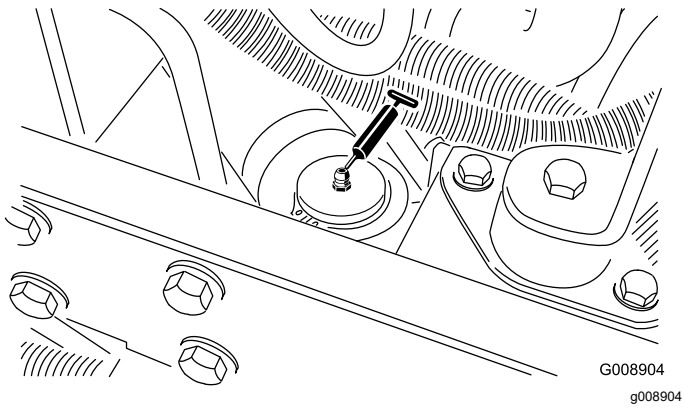

Figura 38
- Cilindro de dirección (**Figura 38**)